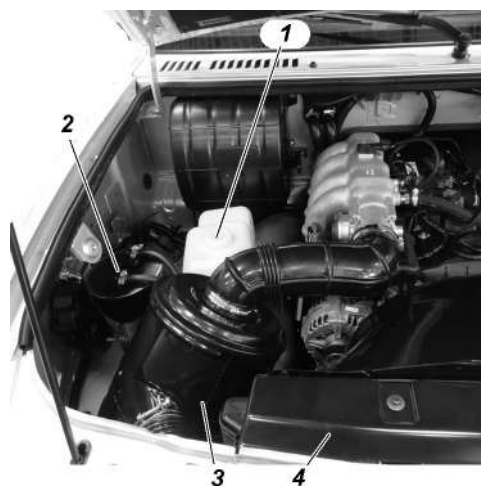

Рис. 3.46. Подкапотное пространство (фрагмент):
**Бачок омывателя 1** (рис. 3.46) заполняйте чистой водой (летом) или специальной незамерзающей жидкостью при температуре ниже 0°C.